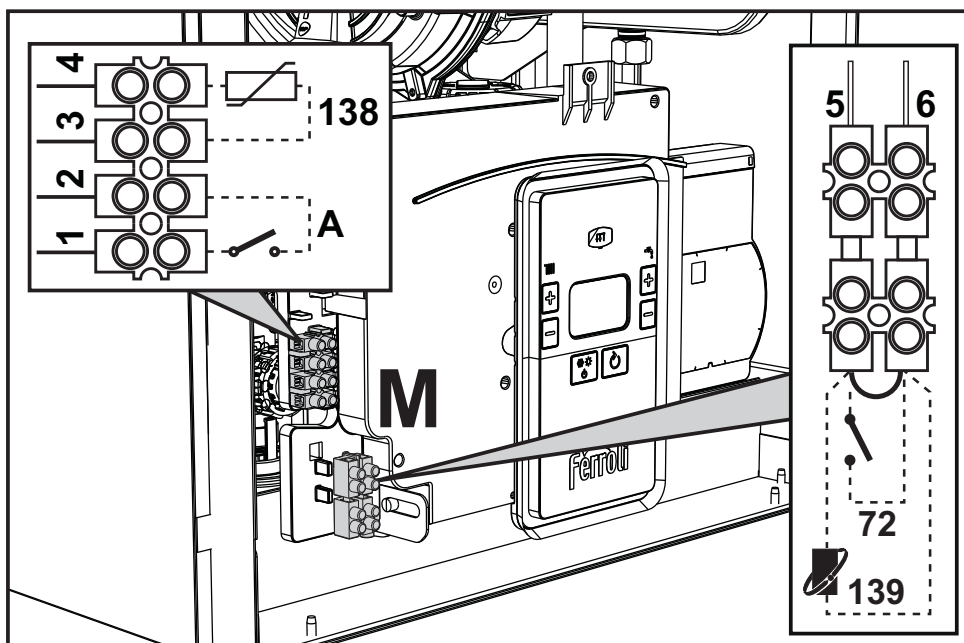
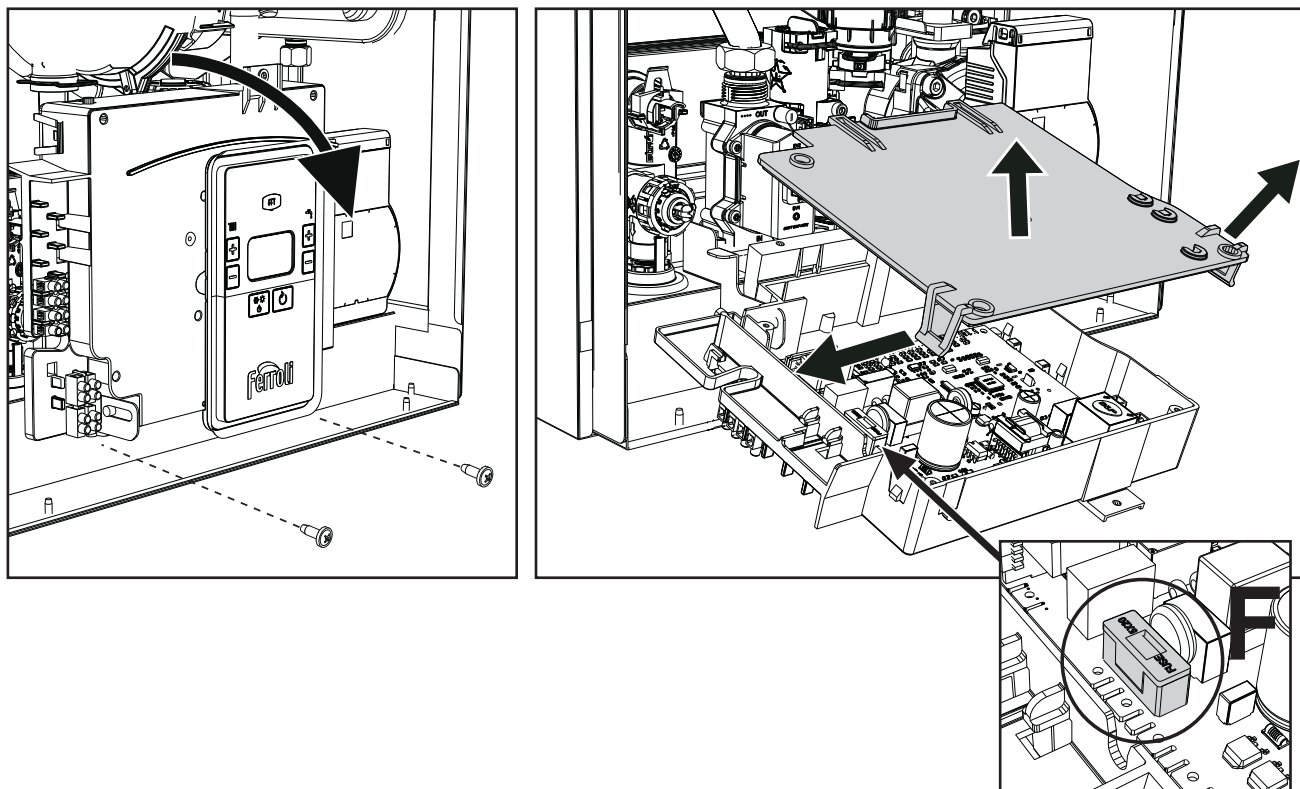

Abb. 19
Abb. 20
Die Frontverkleidung ("Öffnen der Frontverkleidung" on page 40) abnehmen, um Zugriff zu den Klemmenleisten (M) und zur Sicherung (F) zu bekommen. Hierbei die nachfolgenden Angaben (abb. 19 und abb. 20) beachten. **Die angegebenen Klemmen (siehe abb. 20) müssen potenzialfreie Kontakte aufweisen (nicht 230 V).** Bezüglich der Anordnung der Klemmen für die verschiedenen Anschlüsse siehe Schaltplan, abb. 54.
Konfiguration des ON/OFF Schalters (A abb. 19)**Tabelle 3- Einstellungen Schalter A**